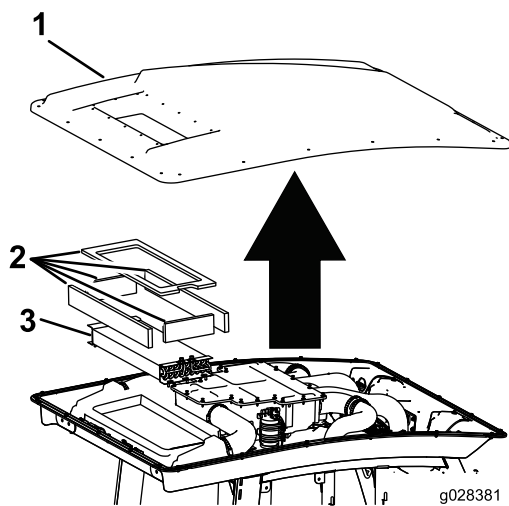

Figura 95
3. Rimuovete il tetto della cabina togliendo i 22 bulloni che lo fissano (Figura 95).
4. Togliete i filtri dell'aria (Figura 95).
5. Rimuovete e pulite le serpentine refrigeranti (Figura 95).